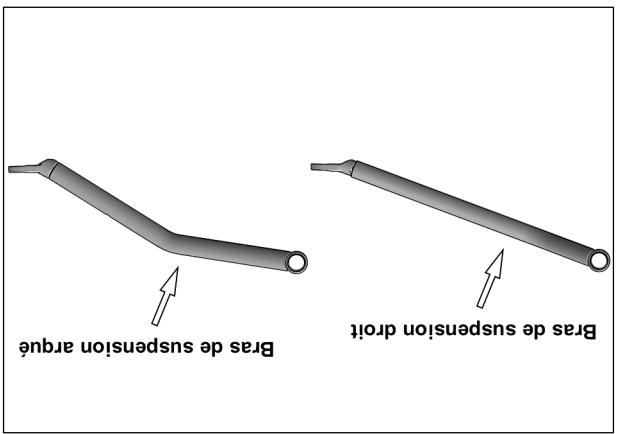

Fig. 15
**ATTENTION:** En fonction des modèles, deux versions des bras de suspension avant intérieurs sont installés aux véhicules : une version droite et l'autre arquée. L'installation de l'ancrage avant diffère légèrement selon la version du bras. Fig. 15